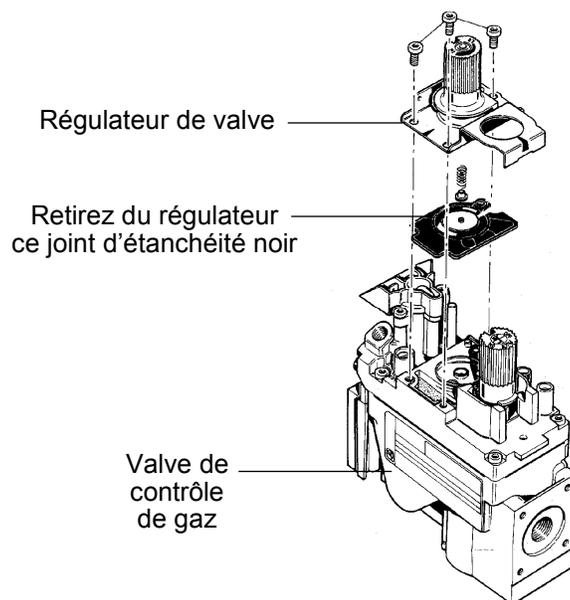

Figure 17. Retrait et remplacement du régulateur.
13. **Retrait du régulateur** : Avec un tournevis Torx T120, retirez les 3 vis de l'avant du régulateur de valve. Voir fig. 17.
14. **Retrait du joint d'étanchéité, du disque en plastique blanc et du ressort du régulateur** : Retirez de la valve le joint d'étanchéité en caoutchouc noir. Voir fig. 17.